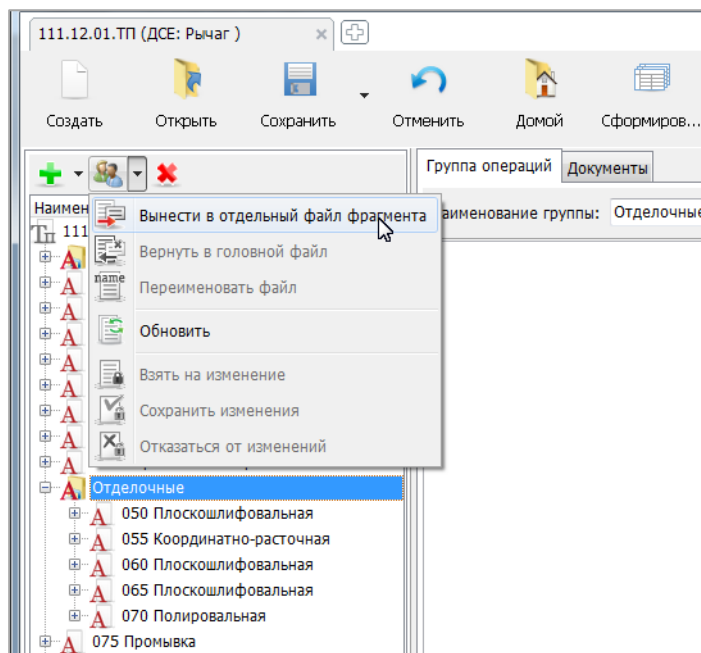

Рис. 4.52. Создание отдельного файла с фрагментом ТП
- ✚ выбрать из меню **Коллективная работа** команду **Вынести в отдельный файл фрагмента** (Рис. 4.52);